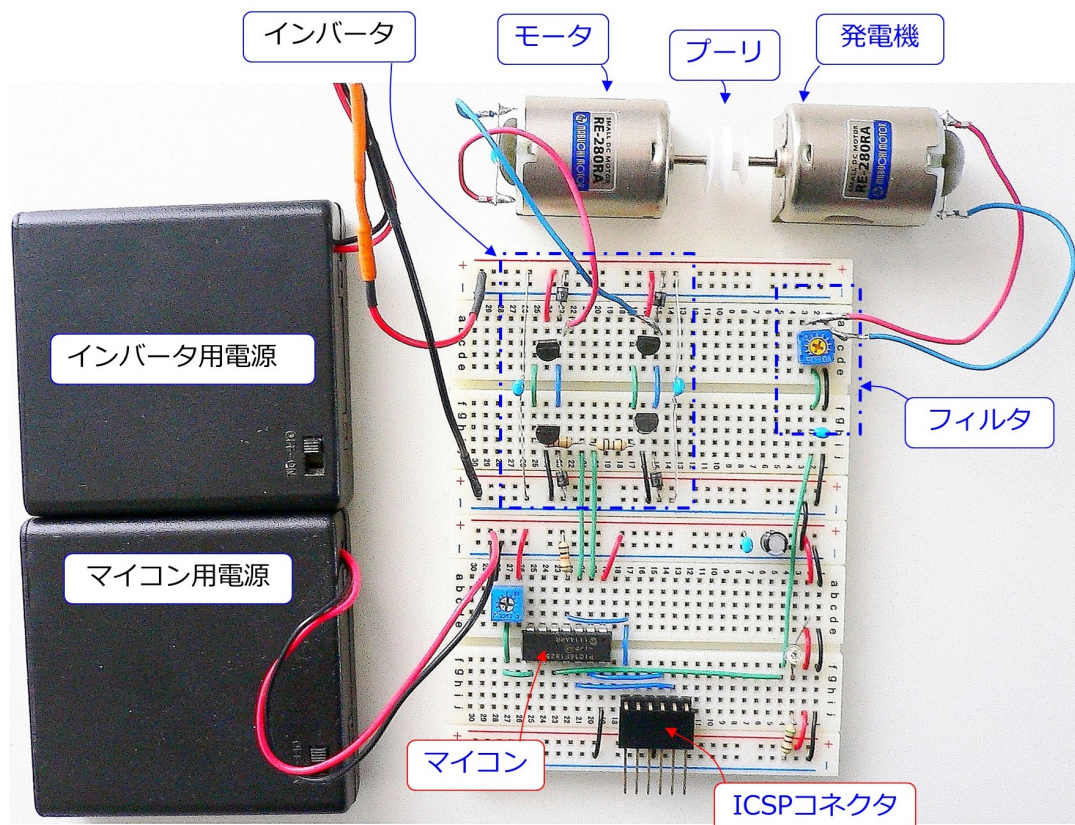

図 1.1: PIC16F1825 を用いた直流 (DC) モータの回転数制御回路 (全体写真)
PIC16F1825 を用いた直流 (DC) モータの回転数制御回路の製作例を図 1.1 に示します。制御対象はマブチモータです。この DC モータをインバータにより駆動します。インバータはバイポーラトランジスタを用います。マブチモータをもう一個用意して、モータの軸